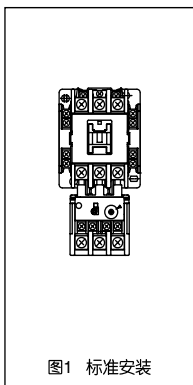
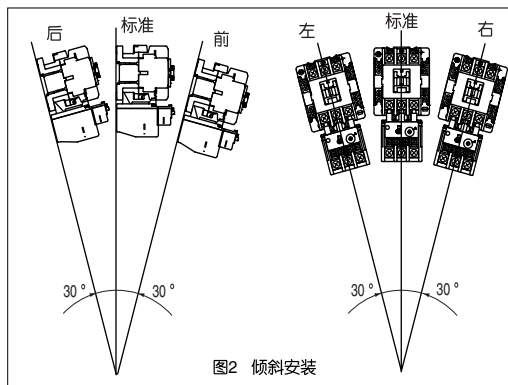

图1 标准安装
图2 倾斜安装
(1)图1所示的标准安装为正确安装方法,前后左右倾斜安装也可以。(如图2所示)